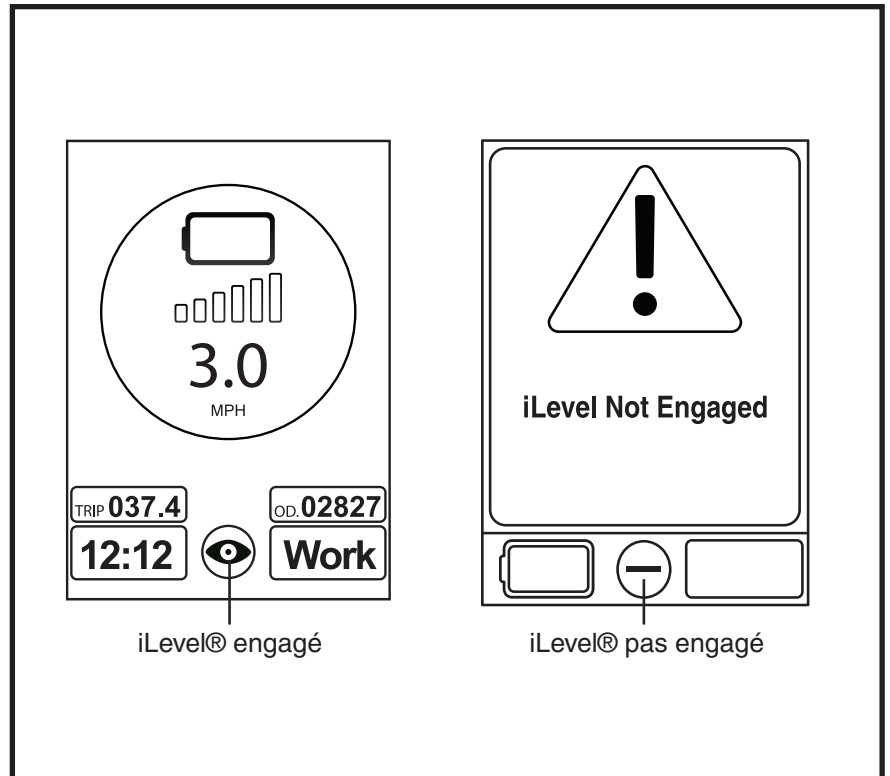

Figure 3. Indications du contrôleur du Q-Logic 2
**REMARQUE: La fonction iLevel® est automatiquement activée lorsque le siège élévateur motorisé est activé et l'indicateur iLevel® s'affiche sur votre contrôleur. Voir la figure 3.**